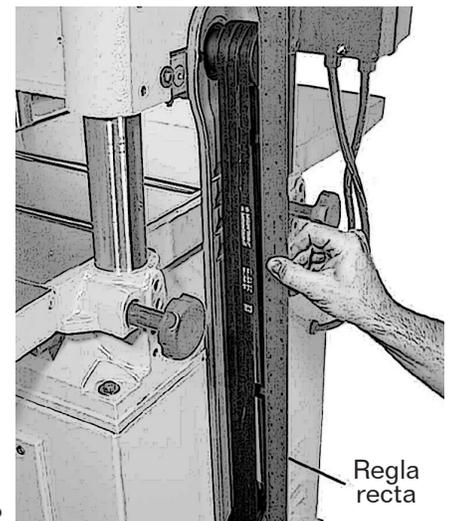

Figura 12
1. Retire la guarda de bandas y coloque una regla recta contra las caras de ambas poleas (Figura 12).